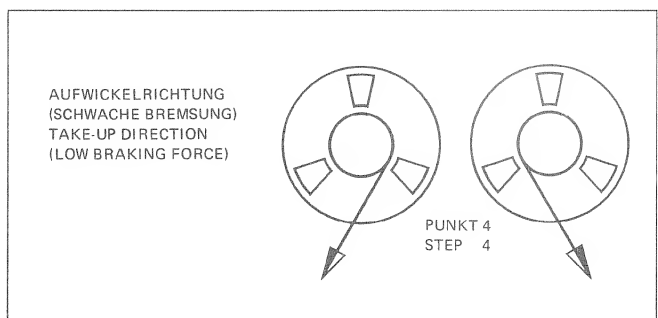

Fig.3.4
4. Bremszug- Einstellung in Aufwickel- Richtung (schwache Bremsung): -> Fig.3.4